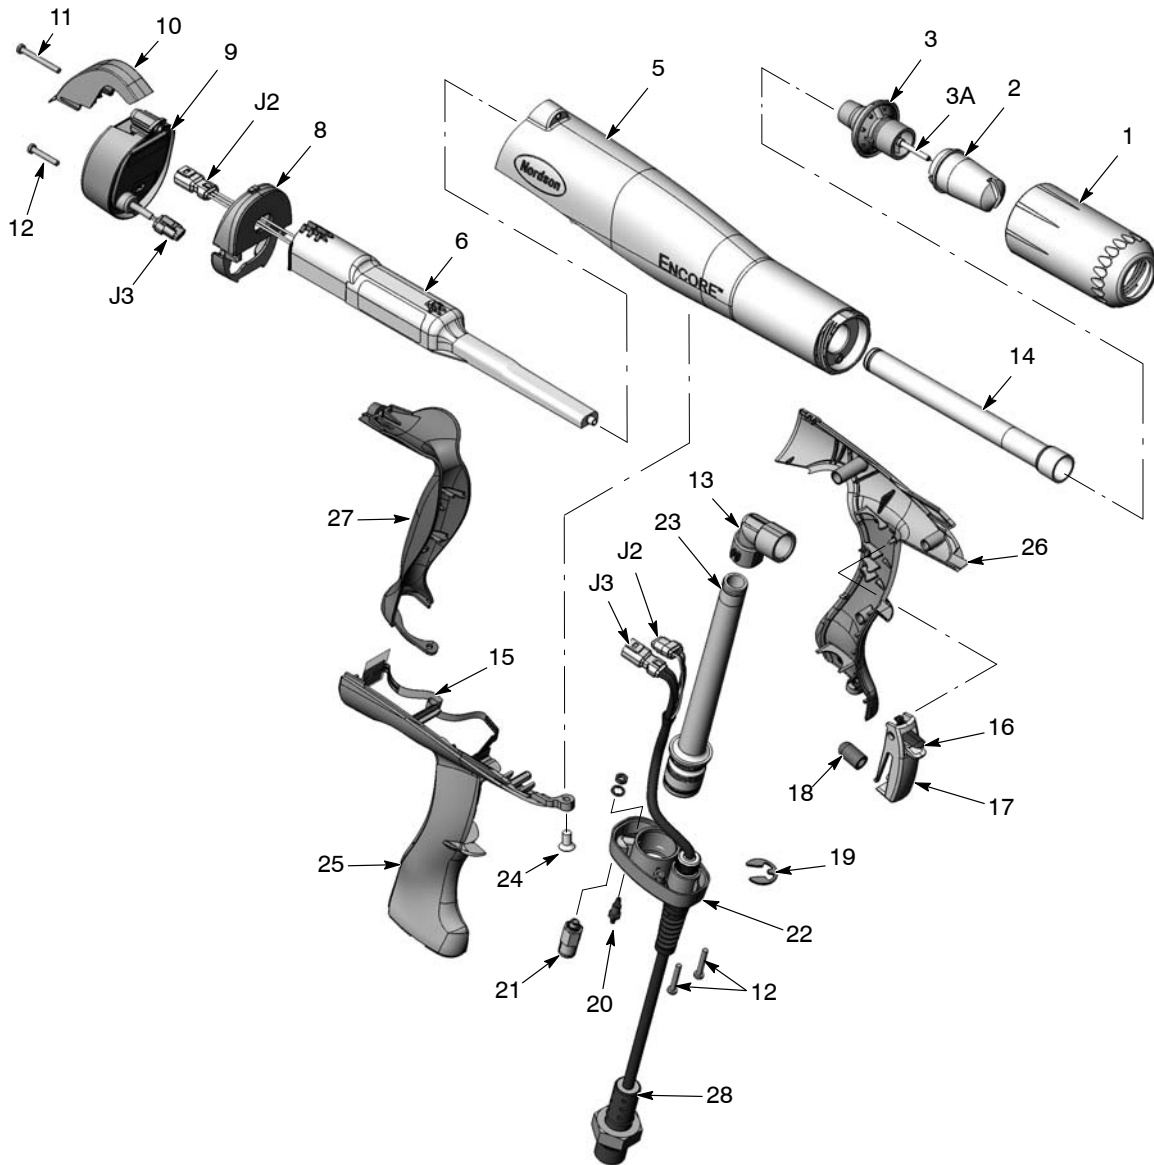
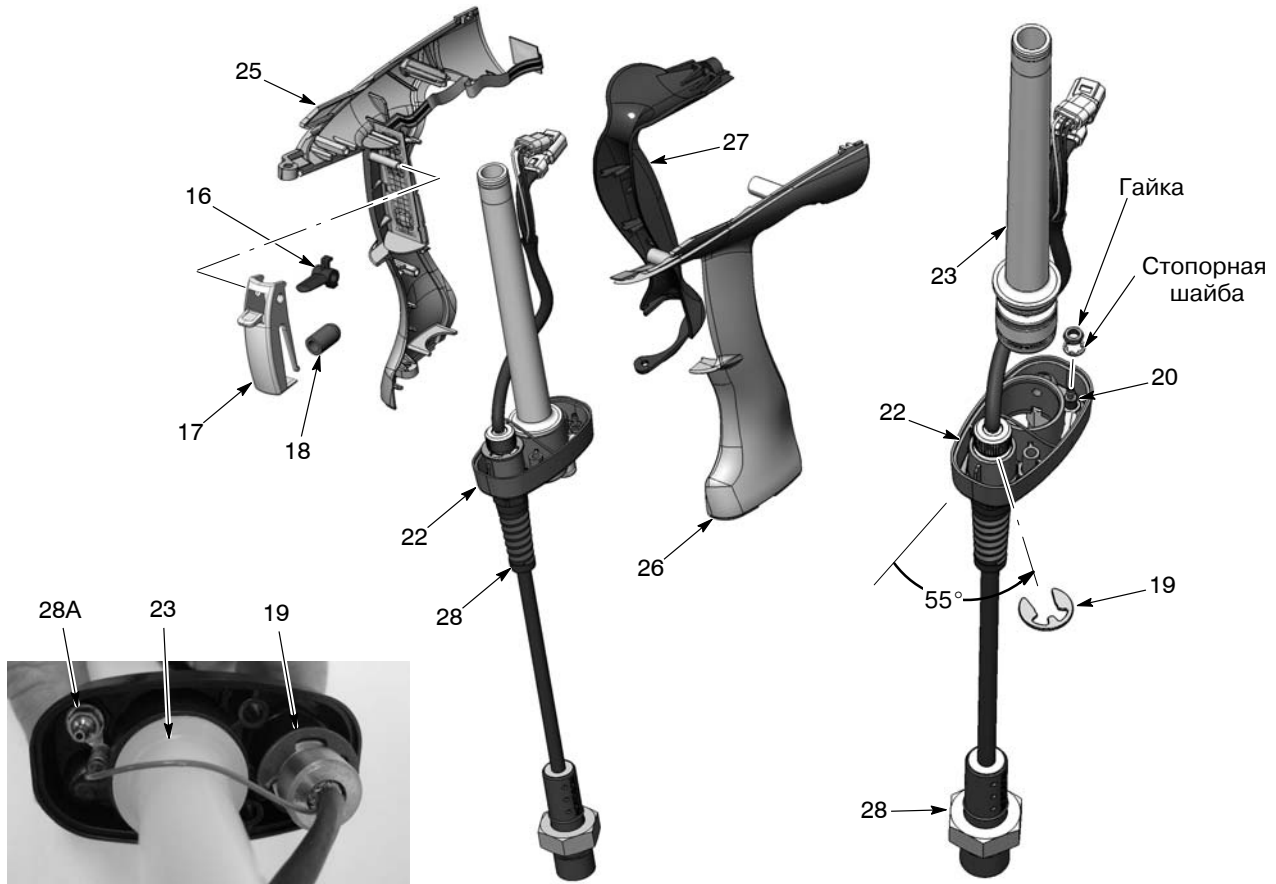
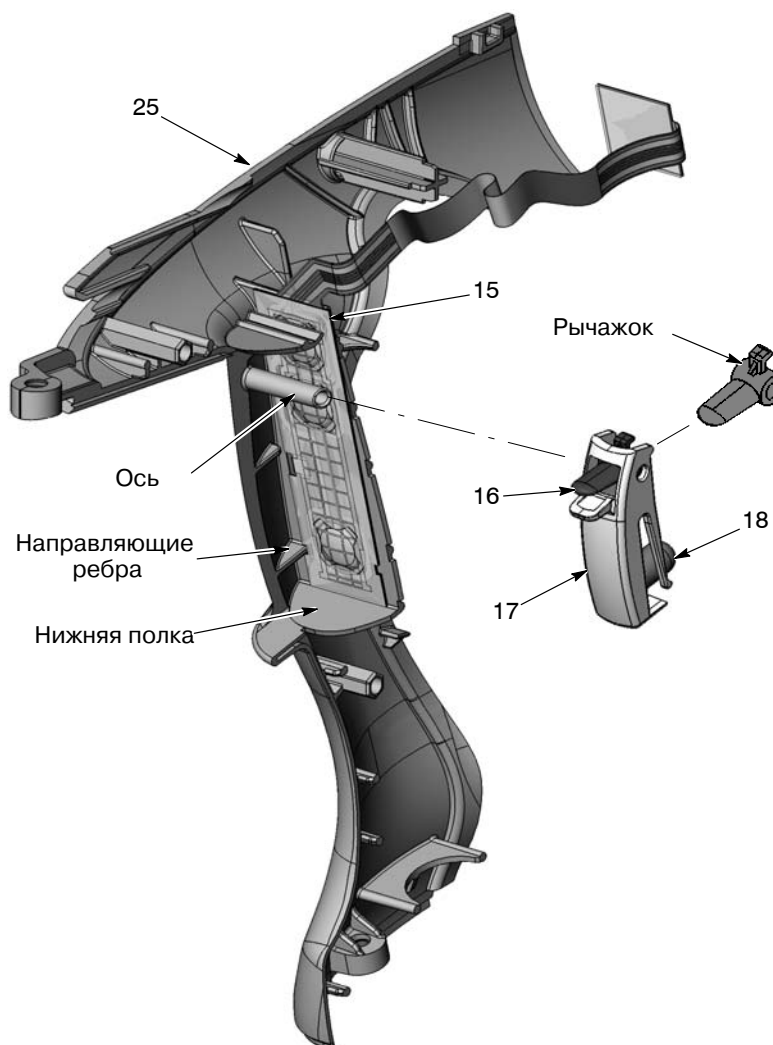

Рис. 5-3 Объемный вид распылителя с разделением деталей (нумерация как в спецификации запчастей)
Рис. 5-9 Завершение разборки распылителя
Рис. 5-10 Монтаж выключателя спусковой клавиши и самой спусковой клавиши
См. рис. 5-3, 5-4 и сопроводительные рисунки демонтажных операций.
12. См. рис. 5-9. Разъединить правую и левую половины рукоятки (25, 26).
14. Легким вращательным движением снять с основания впускную порошковую трубку (23).
15. Отвернуть гайку при помощи  $1/4$ -дюймовой головки и снять стопорную шайбу с заершенного фитинга (20). Отсоединить от фитинга кольцевой наконечник провода заземления.
16. Осторожно снять стопорное кольцо (19) с кабеля (оно может отпружинить и потеряться), а затем снять кабель (28) с основания.
1. См. рис. 5-9. Продев кабель (28) сквозь основание рукоятки (22), закрепить его на основании стопорным кольцом (19). Установить стопорное кольцо под углом, указанным на рисунке.
2. Вставить двусторонне заершенный фитинг (20) в основание и надеть на фитинг кольцевой наконечник провода заземления. Поставив на фитинг стопорную шайбу с внутренними зубцами и гайку, затянуть гайку.
3. Если снимался обратный клапан (21, рис. 5-3), вернуть его в основание. Не перетянуть клапан.
4. Вставить впускную трубку с установленными уплотнительными кольцами (23) в основание рукоятки (22).
5. См. рис. 5-10. Если снимался выключатель спусковой клавиши (15), установить его на монтажную плоскость правой половины рукоятки (25), сориентировав выключатель с помощью направляющих ребер и нижней полки. С силой прижать выключатель, чтобы он зафиксировался на месте.
6. Установить приводной элемент (18) на выступ спусковой клавиши (17). Проверив ориентацию рычажка переключателя настроек (16), вставить его в спусковую клавишу. Совместить осевые отверстия спусковой клавиши, а затем надеть спусковую клавишу на ось в правой половине рукоятки.
10. См. рис. 5-9. Зацепив накладку заземления (27) за направляющие выступы в задней части рукоятки, повернуть накладку заземления на свое место и прижать к узлу рукоятки.